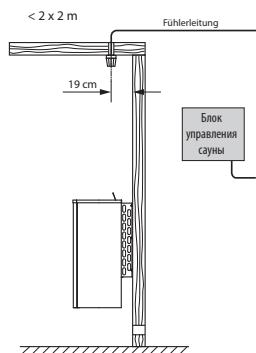

**Рис. 8**
- Теперь вы можете навесить нагревательный прибор, вставив вкрученные в стенку кабины винты в отверстия в кронштейнах, и затем зафиксировать его с помощью двух стопорных винтов в кронштейнах (Рис.8).